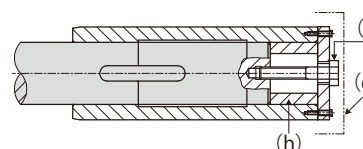

図5-16 特殊な場合の抜け止め
- ①シャフト表面(e)に二硫化モリブデングリースを塗布してください。
- ②ナット(b)を回し、被動軸に減速機を挿入します。
(2) 抜け止め
- ①シャフトに減速機をセット後、ボルト(f)で固定してください。(ボルト(f)は付属していません)
- ②次に保護カバー(g)を取り付けてください。
(3) 取り外し手順
- ①スラストワッシャ(d)を外し、ボルト(n)をセットします。再びスラストワッシャ(d)をセットし、ボルト(j)を回して被動軸から減速機を取り外してください。ネジサイズはP16表5-3のZをご参照ください。
(4) 特殊な場合の抜け止め
- ①被動軸が図5-16のように段がない場合、ディスタンスリング(h)を使用して固定してください。(ディスタンスリング(h)は付属していません)ディスタンスリングのサイズはP16表5-3をご参照ください。